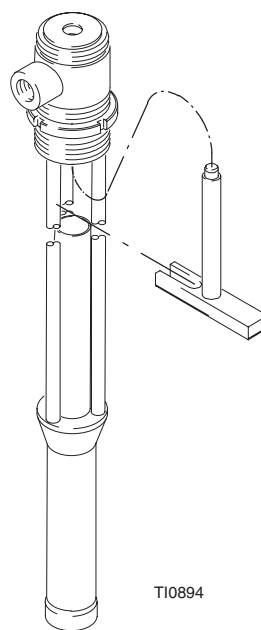

Fig. 5
4. Destornille el alojamiento de la válvula de pistón (109) del eje de conexión inferior (115). Destornille el cuerpo del pistón (113) del alojamiento de la válvula de pistón (109).
5. Desenrosque el eje inferior (115) del eje superior (120). Retire las empaquetaduras de la copela (107), el cojinete (108) y la arandela de seguridad (114).
6. Lubrique las empaquetaduras (107**) y el cojinete (108**) con grasa a base de litio no. 2. Instale la arandela de seguridad (114) en la biela inferior (115), asegurándose de que las ranuras están dirigidas hacia arriba.
7. En la parte superior del eje (120), instale una empaquetadura de la copela (107**) con los bordes dirigidos hacia arriba, el cojinete (108**), y la segunda empaquetadura (107**) con los bordes dirigidos hacia abajo. Vuelva a conectar el eje superior e inferior. Apriete a un par de 27–34 N.m.
8. Lubrique las empaquetaduras (111**) y el cojinete (112**) con grasa a base de litio no. 2. En el pistón (113), instale una empaquetadura de la copela (111**) con los bordes dirigidos hacia abajo, el cojinete (112**), y la segunda empaquetadura (111**) con los bordes dirigidos hacia arriba. Instale la arandela de seguridad (110), con las ranuras dirigidas hacia abajo.
9. Coloque la bola (104**) encima del cuerpo del pistón (113), y después enrosque éste al alojamiento del pistón (109). Apriete a un par de 41–48 N.m. Enrosque el alojamiento de la válvula del pistón (115). Instale la junta (134**), *con los bordes dirigidos hacia abajo*, en el bastidor de la base de bomba (119), y después instale el cojinete (118**). La junta (134**) debería instalarse desde la parte inferior del bastidor utilizando la herramienta 233582. Vea la Fig. 5. Utilice un movimiento de rotación para volver a colocar el eje y el pistón en el bastidor de la bomba (119).
4. Desenrosque el alojamiento de la válvula de pistón (309) de la varilla de conexión inferior (315). Destornille el cuerpo del pistón (313) del alojamiento de la válvula de pistón (309).
5. Desenrosque el eje de conexión inferior (315) del eje superior (320). Retire las empaquetaduras de la copela (307), el cojinete (308) y la arandela de seguridad (314).
6. Lubrique las empaquetaduras (307**) y el cojinete (308**) con grasa a base de litio no. 2. Instale la arandela de seguridad (314) en la biela inferior (315), asegurándose de que las ranuras están dirigidas hacia arriba.
7. En el eje superior (320), instale una empaquetadura de la copela (307**) con los bordes dirigidos hacia arriba, el cojinete (308**), y la segunda empaquetadura (307**) con los bordes dirigidos hacia abajo. Vuelva a conectar los ejes superior e inferior. Apriete a un par de 27–34 N.m.
8. Lubrique las empaquetaduras (311**) y el cojinete (312**) con grasa a base de litio no. 2. En el pistón (313), instale una empaquetadura de la copela (311**) con los bordes dirigidos hacia abajo, el cojinete (312**), y la segunda empaquetadura (311**) con los bordes dirigidos hacia arriba. Instale la arandela de seguridad (310), con las ranuras dirigidas hacia abajo.
9. Coloque la bola (304**) encima del cuerpo del pistón (313), y después enrosque éste al alojamiento del pistón (309). Apriete a un par de 41–48 N.m. Enrosque el alojamiento de la válvula del pistón en el eje inferior (315). Instale la junta (334**), *con los bordes dirigidos hacia abajo*, en el bastidor de la base de bomba (319), y después instale el cojinete (318**). La junta (334**) debería instalarse desde la parte inferior del bastidor utilizando la herramienta 233583. Vea la Fig. 5. Utilice un movimiento de rotación para volver a colocar el eje y el pistón en el bastidor de la bomba (319).
10. Vuelva a colocar la bola (305**) y el pasador de tope de la bola (316) en el alojamiento de la válvula de admisión (317). Enrosque el alojamiento en el bastidor de la base de bomba (319). Coloque la junta tórica (322**) en la ranura interior del adaptador de admisión (321). Enrosque el adaptador en el alojamiento de la válvula de admisión (317).
11. Coloque la bomba sobre su costado y vuelva a conectar el eje superior (320) al eje del pistón del motor neumático. Apriete el anillo de conexión del motor neumático (AA).